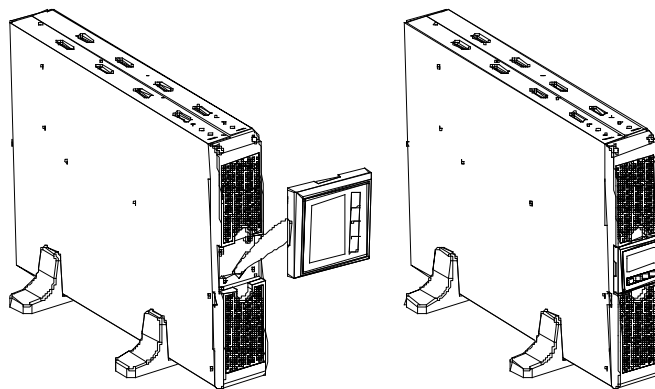

Рис. 3
3. Снимите ЖК-блок и поверните его по часовой стрелке на 90 градусов, а затем установите обратно на переднюю панель (рис. 3).